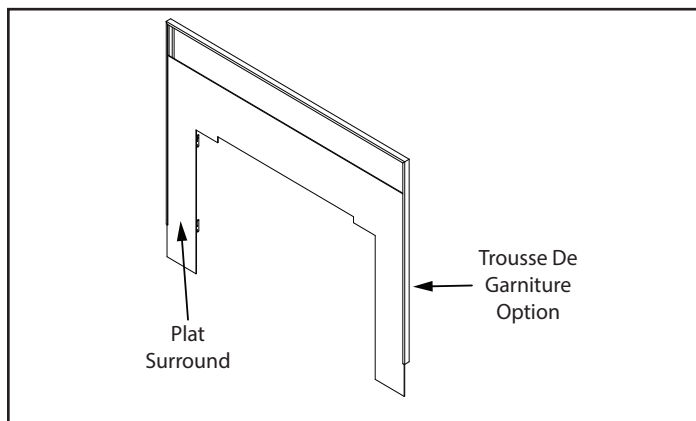

Figure 21.2
4. Faites glisser la garniture sur l'enceinte plate comme illustré à la **Figure 21.2**.